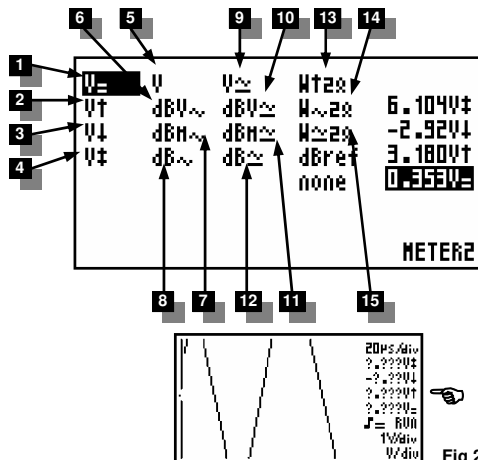
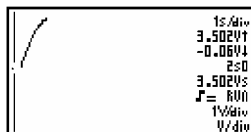

Fig 29
Fig 30
- Als het signaal buiten het scherm verdwijnt of te klein is voor metingen, zal de uitlezing ??? aanduiden. (Fig 29)
- Voor tijdbasissen van 1s/div en trager kunnen de instellingen niet veranderd worden en staan deze vast ingesteld op: Vsample, sample tijd, Vmin en Vmax. (Fig 30)
- Si le signal sort de l'écran, ou lorsque le signal est trop petit pour être mesuré, trois points d'interrogation "???" sont affichés. (Fig 29)
- Pour des bases de temps de 1s/div et plus lentes, les paramètres ne peuvent pas être modifiés et sont donc fixes: Vsample, sample time, Vmin et Vmax. (Fig 30)
- Wenn das Signal aus dem Bildschirm verschwindet oder wenn das Signal bei dB-Messung zu klein ist, zeigt die Anzeige ??? an (Abb. 29)
- Für alle Wechselspannungsmessungen (AC): Stellen Sie sicher, dass eine oder zwei Perioden auf dem Bildschirm zu sehen sind oder benutzen Sie die „Auto“ Taste.
- Für Zeitbasen von 1Sek./Div und langsamer können die Einstellungen nicht geändert werden und stehen auf Vsample, Sample-Zeit, Vmin und Vmax fest eingestellt. (Fig 30)